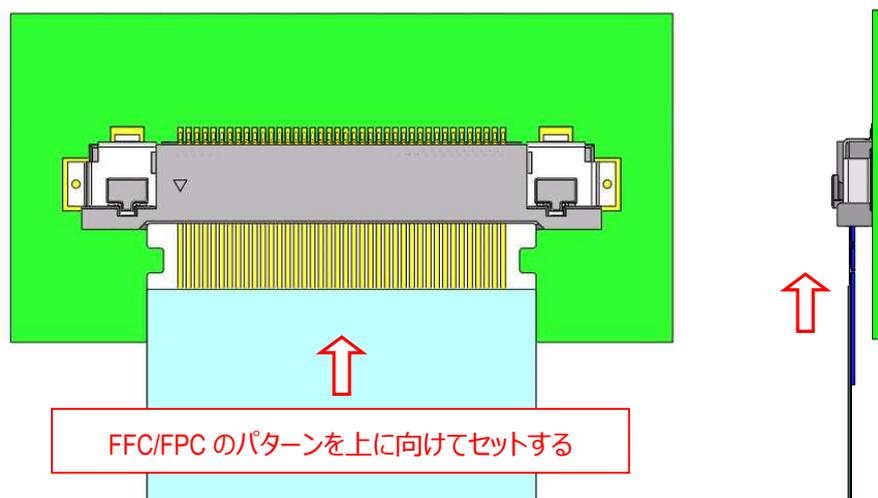

図. 2-1 FFC/FPC 挿入方法 1
- ① 図 2-1 の様に、FFC/FPC のパターンを上に向けて挿入間口に対し水平にセットする。